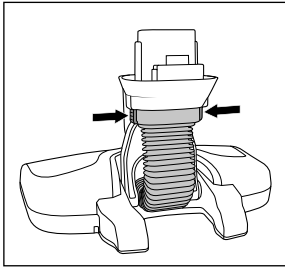

Fig. 17
- ◆ Pressione ambos os botões de desbloqueio ⑬ na mangueira e puxe-a para fora (ver fig. 17).